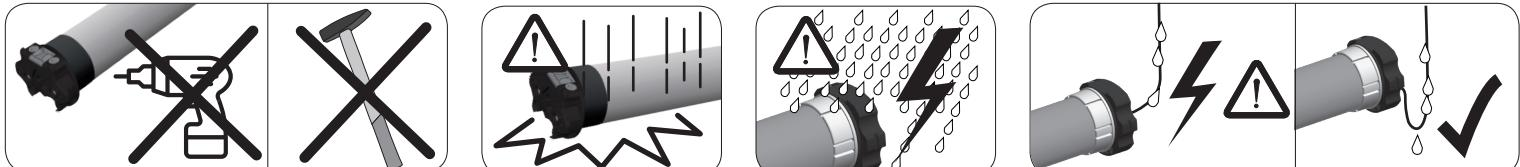

Fig. 1
INSTALLAZIONE (Fig. 1)
- Applicare gli adattatori sul motoriduttore distinguendo la corona finecorsa (Fig.1.A) dalla puleggia motrice (Fig. 1.2 B).